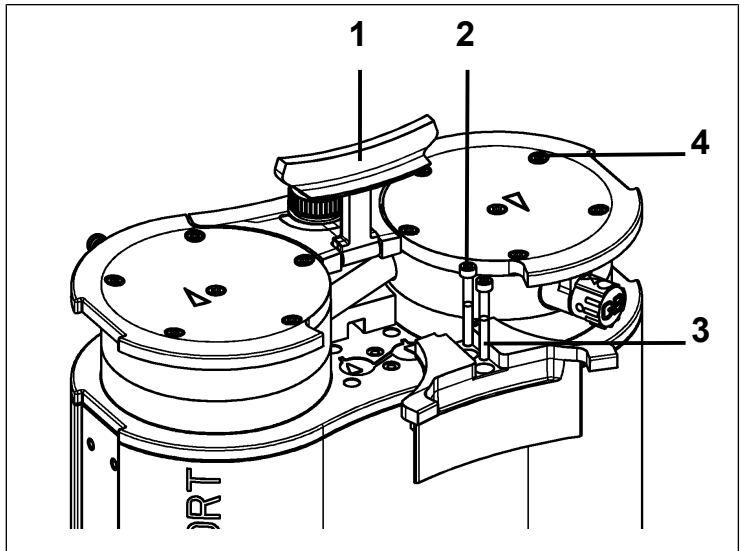

Fig.8: Smontaggio della copertura
1. Portare l'impugnatura (1/Fig. 8) in posizione verticale.
2. Allentare le viti (2/Fig. 8) della copertura (3/Fig. 8).
3. Rimuovere la copertura (3/Fig. 8).
4. Allentare le viti con testa esterne (4/ Fig. 8).
1. Contrassegnare la piastra di spinta (2), il coperchio testa (3) e la piastra intermedia (6) con un tratto a matita continuo. In tale modo si eviterà un successivo montaggio errato delle parti.
2. Allentare le viti esterne (4/Fig. 8) dalle teste pompa.
1. Portare le membrane (7) in posizione centrale.
2. Premere sull'intero perimetro del bordo della membrana (7). Premere sulla membrana (7) di una sola testa pompa.
3. Applicare la piastra intermedia (6), con le piastre portavalvola/le guarnizioni (4), in corrispondenza del tratto a matita sull'alloggiamento.
4. Applicare il coperchio testa (3) in corrispondenza della spina di registro (5) sulla piastra intermedia (6).
5. Applicare la piastra di spinta (2) in corrispondenza del tratto a matita sul coperchio testa.
7. Serrare saldamente la vite (1) al centro della piastra di spinta (coppia di serraggio: 1 Nm).
9. Applicare le teste pompa (composte da coperchio testa (3), piastra intermedia (6), con le piastre portavalvola/le guarnizioni (4) e la piastra di spinta (2)), assieme al tubo di allacciamento, in corrispondenza del tratto a matita sulla carcassa della pompa.
10. Montare la copertura impugnatura (3/Fig. 8).
11. Serrare le viti (2/Fig. 8) della copertura impugnatura (3/ Fig. 8) (coppia di serraggio: 2 Nm).